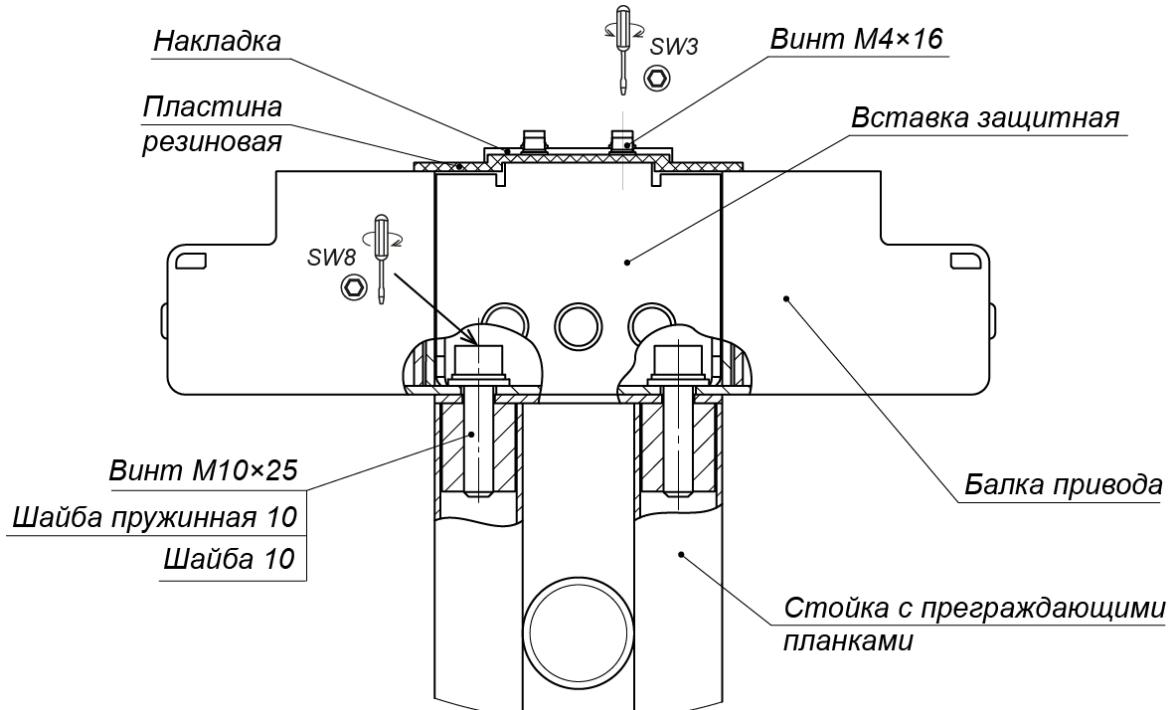

Рисунок 16. Крепление балки привода (8) к стойке с препротяждающими планками (5)
- Закрепите балку привода на балке опорной (7) двумя болтами M8×25, ключ SW6, используя две пластины из комплекта поставки (см. рис. 16).